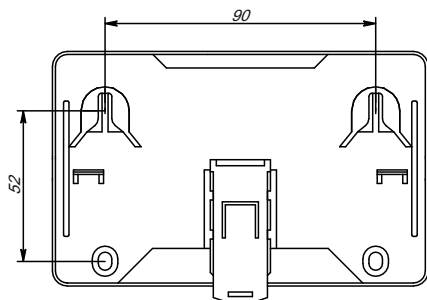

Рисунок 3
- в месте установки МС просверлить два верхних отверстия под дюбели с шурупами диаметром 4 мм согласно установочным размерам (рисунок 3);